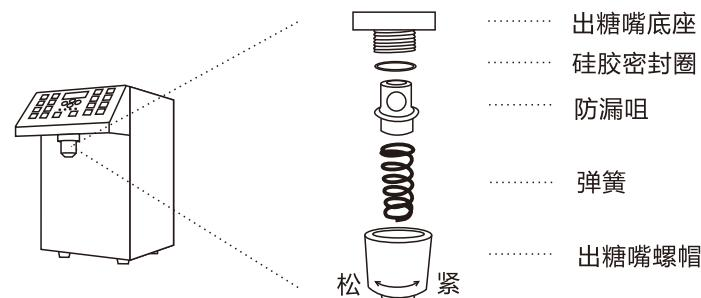

图1：出糖嘴结构示意图
- ① 把容器放在出糖口下方，按连续出糖，把料筒内的果糖排尽。此过程中可轻微倾斜以便排尽果糖。但请勿倾倒或倒置，以免造成果糖或液体浸入电路板，造成损坏。
- ② 向料桶内倒入适量温水（30~60°C），用柔软的抹布在桶内擦拭后按连续出糖排出。重复数次倒入温水并擦拭，直到内胆洁净后，拔掉电源插头，使用干抹布擦拭干净。
- ③ 如下图（图1）所示，向左拧松糖嘴螺帽，并取出出糖嘴内附件，使用温水清洗干净。
- ④ 按照图示结构顺序装回附件，并向右拧紧出糖嘴螺帽。
- ⑤ 若长期不使用，请清洁干净后，拔掉电源插头，放于通风阴凉处。